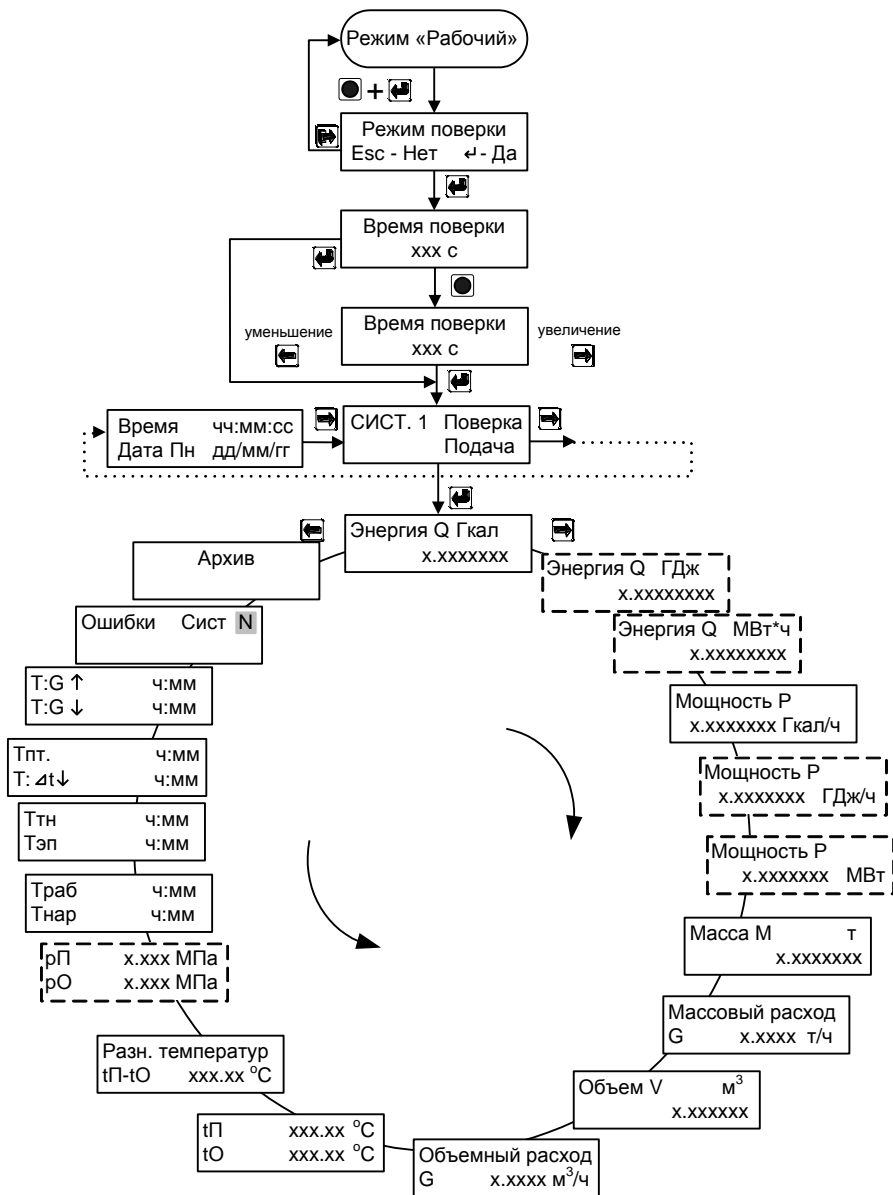

Рис. 7.4
**одновременно** нажать кнопки **«служебная»** и **«выход»**. Порядок перехода между окнами режима «Поверка» изображен на рис. 7.4.
**ВНИМАНИЕ !** При входе в меню (см. рис. 7.4):